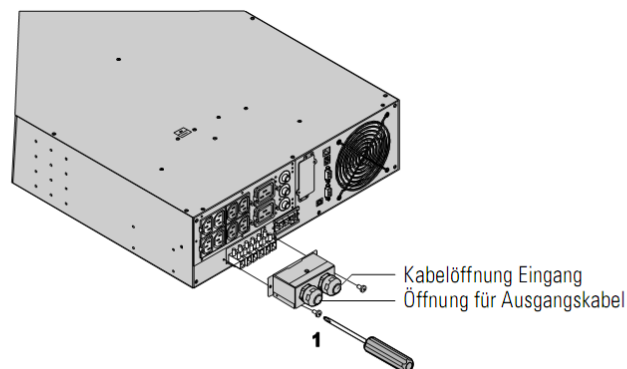

Abbildung 21. Entfernen des Anschlussblocks (EU Gerätetypen)
- Vor Ausführung der Anschlüsse ist sicherzustellen, dass der Batterie-Leistungsschalter und die vorgeschaltete Schutzvorrichtung (Netzstromeingang) auf AUS (O) geschaltet sind.
1. Entfernen Sie die Klemmenabdeckung (zwei Schrauben) mit dem mitgelieferten Schraubendreher (siehe Abbildung 21).
1. Entfernen Sie die Klemmenabdeckung (zwei schrauben) mit dem mitgelieferten Schraubendreher (siehe Abbildung 21).